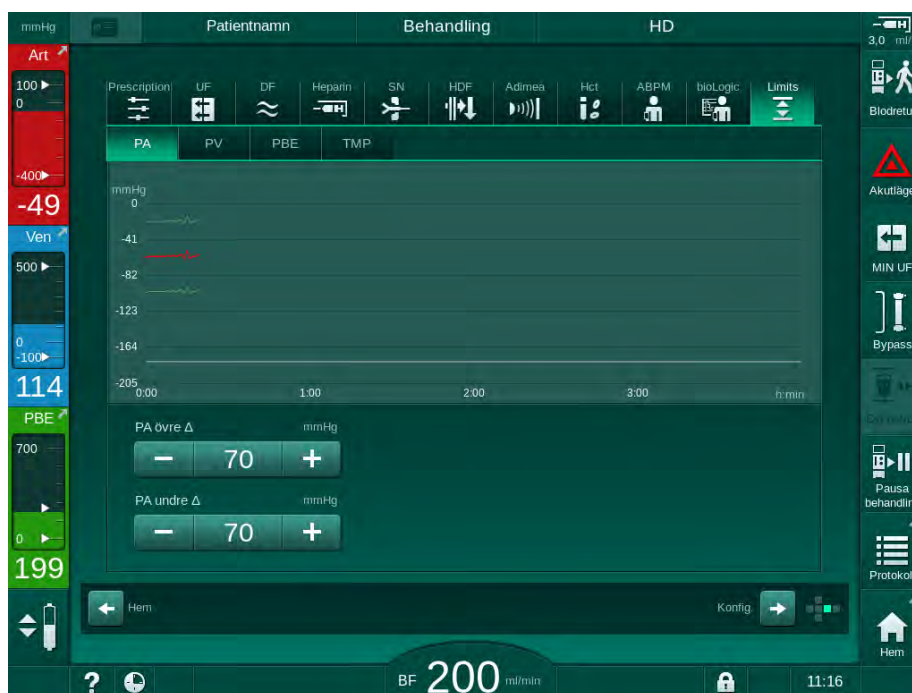
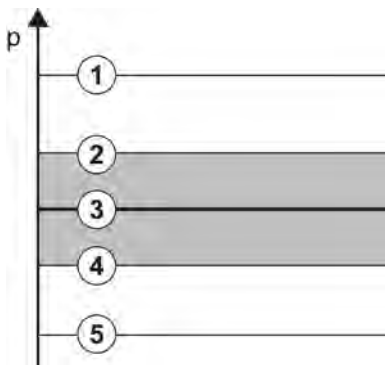

Bild 5-21 Exempel på tryckgränser på skärmen *Behandlingsdata*
Bild 5-22 Tryckgränser
Tryckvärdena övervakas med hjälp av gränsfönster (grått fält i Bild 5-22) som definieras genom respektive avstånd mellan det aktuella värdet ③ och de undre ④ och övre ② gränserna (Min./max. deltavärden). Totalsumman av dessa två distanser är det samma som gränsfönstrets bredd, dvs. som i exemplet i Bild 5-21: $70 + 70 = 140$ (mmHg).